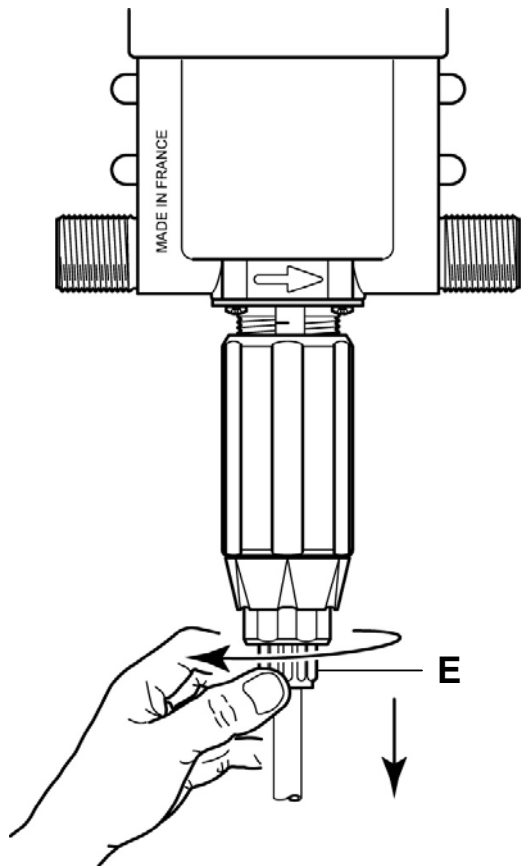
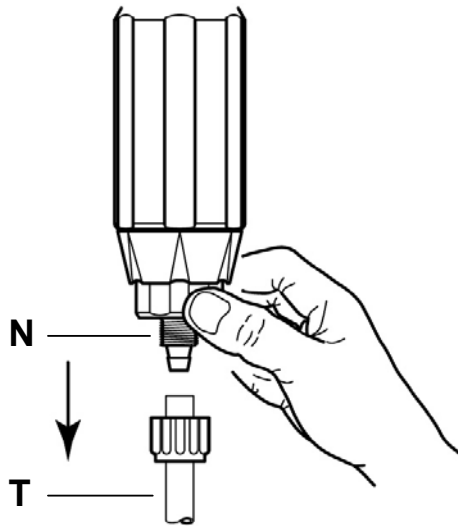

Abb. 11
Abb. 12
- Die schwarze Mutter losschrauben (**Abb. 11-E**) und abnehmen (**Abb. 12-T**).